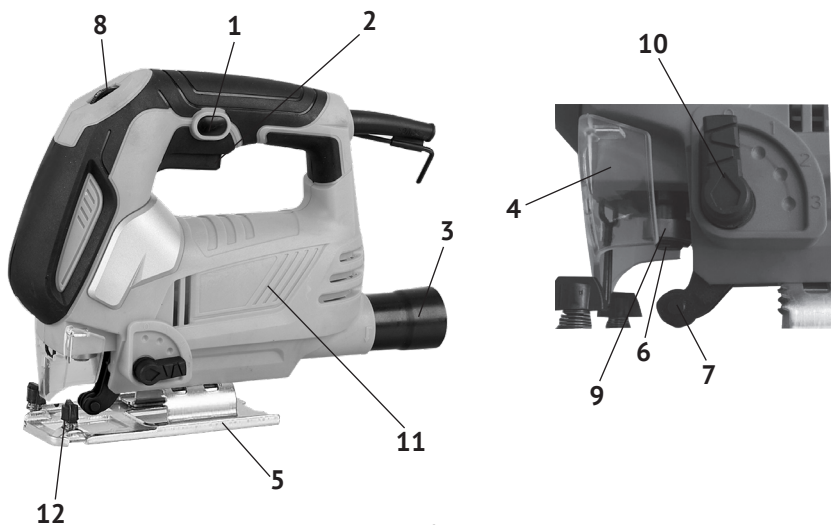

рис.1
1.6 Общий вид лобзика представлен на рис.1
1.7 Коллекторный двигатель и приводной механизм лобзика расположены в пластиковом корпусе (рис.1 поз.11). Корпус, состоящий из двух половин (правой и левой), выполнен заодно с рукояткой, расположенной сверху. Крутящий момент с якоря электродвигателя, посредством встроенного эксцентрикового механизма преобразуется в возвратно-поступательное движение верхней направляющей штока. На нижней направляющей штока расположен пилкодержатель (рис.1 поз.6), в который крепится пила. Лобзик имеет Т – образное крепление пилки. Переключатель маятникового хода (рис.1 поз.10) имеет 4-е фиксированных положения: «0» - вертикальное пиление, «1», «2», «3» - всё более увеличивающееся отклонение от вертикали. Маятниковый ход в режимах «1», «2», «3» применяется для улучшения эффективности резания мягких (древесина, пластмасса и т.п.) материалов.
В нижней части опорной плиты (рис.1 поз.5) находятся два винта (головка - внутренний шестигранник). Ослабляя эти винты, устанавливаем боковой наклон корпуса лобзика относительно подошвы (до 45° вправо или влево).
1.8 Клавиша выключателя (рис.1 поз.2) расположена в нижней части руко-
ятки. Включение лобзика осуществляется нажатием на клавишу выключателя указательным пальцем. Фиксация клавиши в рабочем положении, осуществляется кнопкой (рис.1 поз.1), расположенной слева на рукоятке. При повторном нажатии на клавишу, кнопка фиксации и клавиша (со щелчком) возвращается в исходное положение - выключено.
Диск регулятора скорости (рис.1 поз.8) расположен сверху, в передней части рукоятки. С его помощью устанавливается необходимая скорость хода пильного полотна.
1.9 В комплект поставки входит параллельный упор с метрической разметкой. Упор крепится в пазах регулируемой подошвы двумя винтами (рис.1 поз.12) перед пилкой. Выставив упор (справа или слева от лобзика), на отмеченном по шкале расстоянии, можно проводить рез, параллельно края заготовки.
- поднять вверх пластиковый защитный кожух (рис.1 поз.4);
- повернув вокруг своей оси втулку (рис.1 поз.9), снять с фиксации пилкодержатель (рис.1 поз.6);
- вставить снизу пилку (зубцами вперёд) в пилкодержатель (рис.1 поз.6) так, чтобы задняя часть полотна попала в паз направляющего ролика (рис.1 поз.7);
- для удаления пыли из зоны резания используйте пылесос, присоединив его к патрубку пылеотвода (рис.1 поз.3);
При выборе скорости движения пильного полотна необходимо оценить материал заготовки. Чем твёрже распиливаемый материал, тем ниже должна быть скорость, устанавливаемая регулятором (рис.1 поз.8).